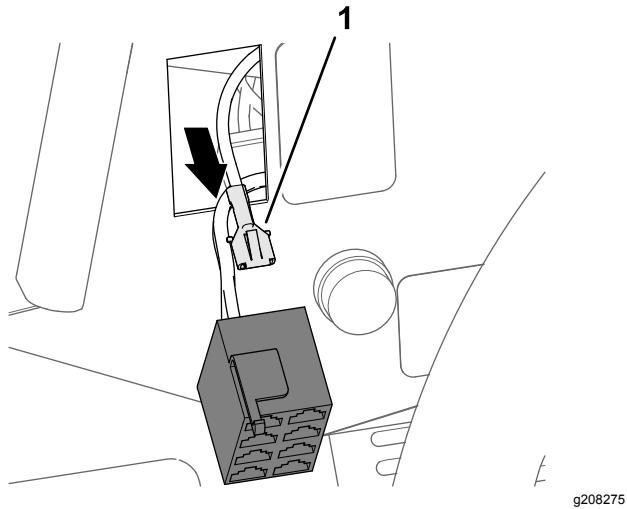

Figura 29
- Alinee el terminal hembra del extremo de la rama de 108 cm del arnés de cables del kit marcado TO HEAD LIGHT SWITCH PIN 1 con la parte trasera del conector hembra de 8 vías del interruptor de los faros (Figura 29)